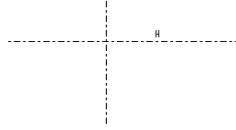

图 2.13.3 绘制中心线
Step 1 单击 **草绘** 区域中的  **中心线** 按钮，绘制图 2.13.3 所示的两条中心线（一条水平中心线和一条垂直中心线）。